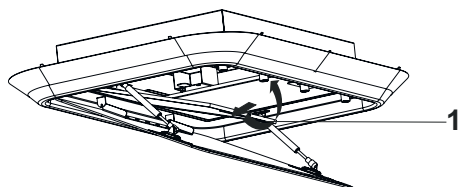

Fig. 17
- 12.** ▶ Sæt nu fedtfilterne tilbage i emhætten (Fig. 17).